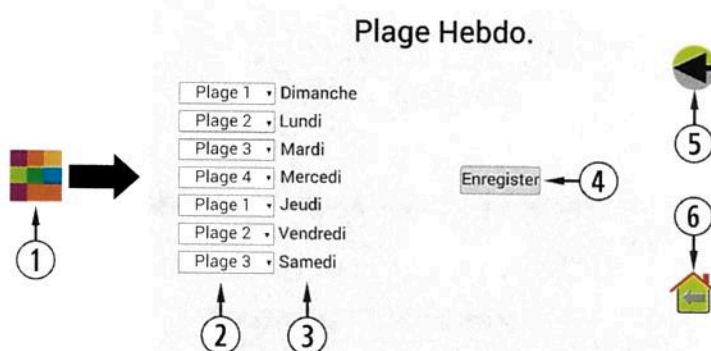

Figure 51
Pour accéder à la programmation hebdomadaire, il faut cliquer sur son icône (*figure 48*) et accéder à l'écran de programmation. Il doit indiquer sur chaque jour de la semaine quel modèle nous voulons utiliser e, **enregistrer** la programmation et, après, activer la programmation comme indiqué dans le point ④ de la *figure 51*.